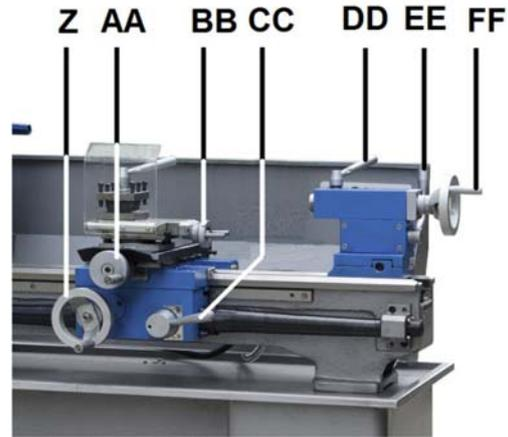

Abb. 10-6: Bedienelemente der Maschine
Schlosskastenverstellweg (Z, Abb. 10-6), Querverfahrweg (AA) und Oberschlittenverfahrweg (BB) können auf Längs- und Planvorschub eingestellt werden.
Den Mutterschlossehebel (CC, Abb. 10-6) nach unten drücken, um den automatischen Längsvorschub zu aktivieren. Zum Deaktivieren nach oben drücken.
Die Halbmutter (CC, Abb. 10-6) einrücken.